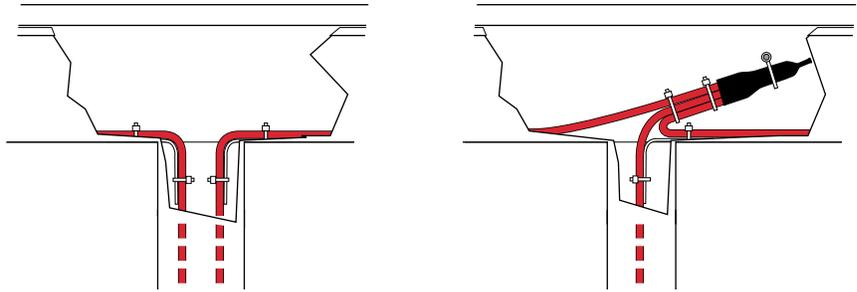
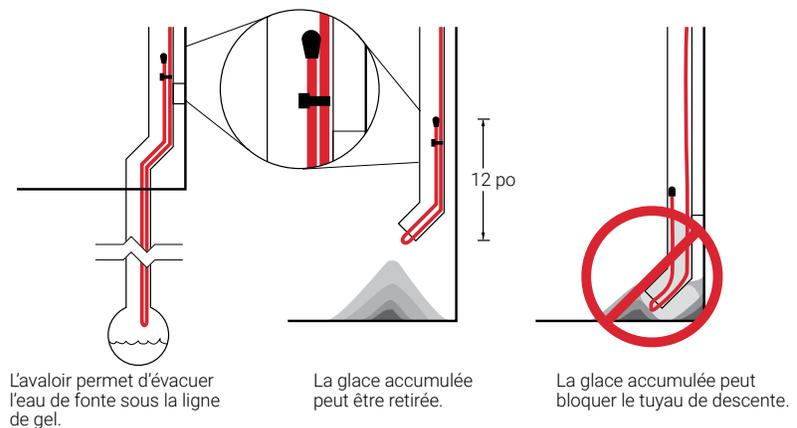

Figure 10 Câble chauffant en haut du tuyau de descente
Figure 11 Câble chauffant en bas du tuyau de descente
- Les tuyaux de descente et les dalots extérieurs doivent être traités avec précaution. Un chemin doit être prévu pour le câble chauffant du périmètre ou de la noue jusqu'au point d'évacuation (voir la Figure 11 page 10).
La glace peut se former dans les tuyaux de descente et empêcher l'eau de fonte de quitter le toit. Pour maintenir un chemin continu permettant l'écoulement de l'eau de fonte, faites passer le câble chauffant le long du tuyau de descente jusqu'à sa terminaison comme indiqué aux Figure 10 et Figure 11 ci-dessous. Suivez les recommandations de l'étape 2 pour une fixation appropriée. Un câble chauffant supplémentaire peut être nécessaire pour la surface du toit, les gouttières et les noues.